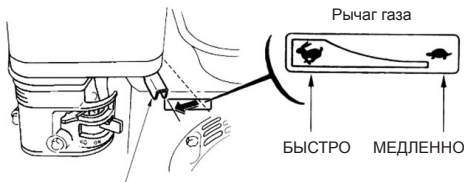

Рис. 20 Установка рычага газа
3. Отодвиньте рычаг газа на 1/3 влево к положению быстро (Рис.20).